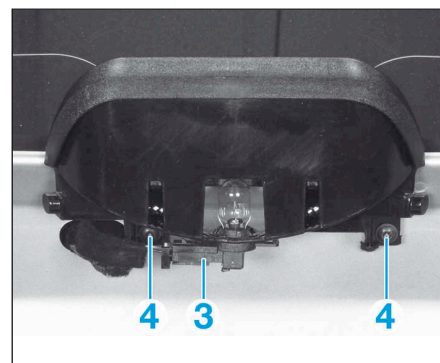

FIG.56
- Débrancher le connecteur (3) (Fig.56).
- Déposer les vis (4) puis le 3^e feu stop.